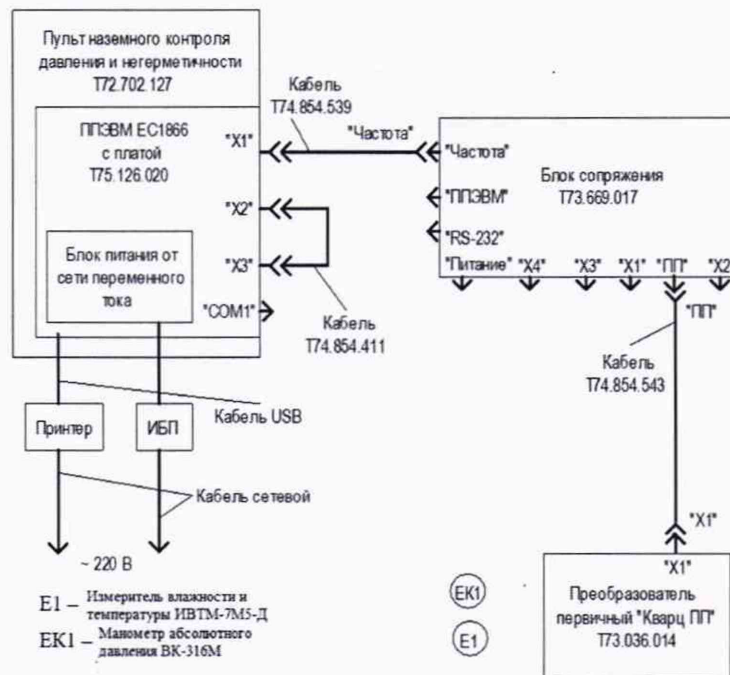

Рисунок 1 - Схема проверки.
С помощью манометра абсолютного давления ВК-316М (ЕК1, см. рисунок 1) и измерителя влажности и температуры ИВТМ-7М5-Д (Е1, см. рисунок 1) измерить значения давления и температуры в месте расположения «Кварц ПП» и записать их для дальнейшего использования.
8.2.7 С помощью манометра абсолютного давления ВК-316М (ЕК1, см. рисунок 1) и измерителя влажности и температуры ИВТМ-7М5-Д (Е1, см. рисунок 1) измерить значения давления и температуры в месте расположения «Кварц ПП» и записать их. По записанным
8.2.11 Работоспособность «Кварц ПП» проверять, измеряя давление и температуру в месте расположения «Кварц ПП» с помощью манометра абсолютного давления и лабораторного термометра в соответствии со схемой проверки (см. рисунок 1).